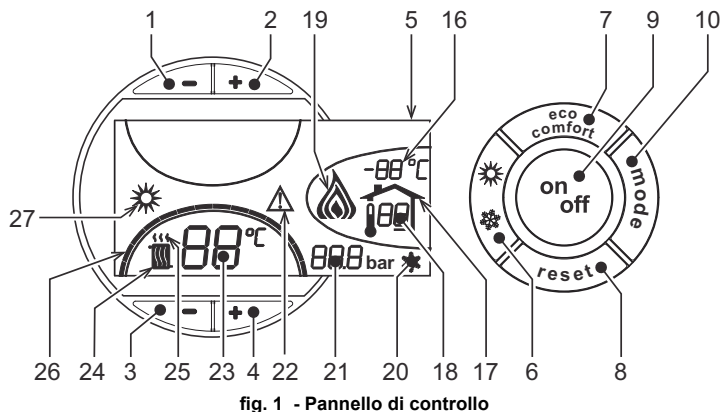
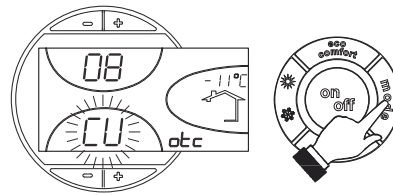
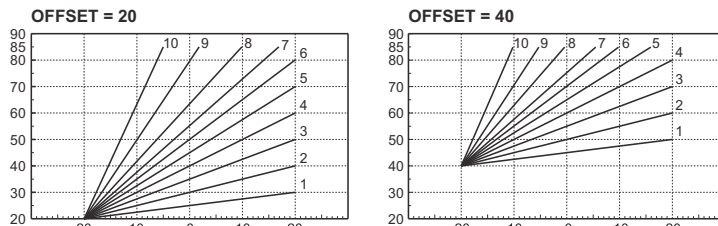

fig. 1 - Pannello di controllo
fig. 9 - Curva di compensazione
fig. 12 - Esempio di spostamento parallelo delle curve di compensazione
Premere il tasto **on/off** (part. 9 - fig. 1) per 1 secondo.
Per riaccendere la caldaia, premere nuovamente il tasto **on/off** (part. 9 - fig. 1) per 1 secondo.
- Premere il tasto ON/OFF (9 - fig. 1)
Premere il tasto **estate/inverno** (part. 6 - fig. 1) per 1 secondo.
Il display attiva il simbolo Estate (part. 27 - fig. 1): la caldaia erogherà solo acqua sanitaria. Rimane attivo il sistema antigelo.
Per disattivare la modalità Estate, premere nuovamente il tasto **estate/inverno** (part. 6 - fig. 1) per 1 secondo.
Agire sui **tasti riscaldamento** (part. 3 e 4 - fig. 1) per variare la temperatura da un minimo di 30 °C ad un massimo di 80°C.
Agire sui **tasti sanitario +/-** (part. 1 e 2 - fig. 1) per variare la temperatura da un minimo di 10°C ad un massimo di 65°C.
Quando viene installata la sonda esterna (opzionale) sul display del pannello comandi (part. 5 - fig. 1) è visualizzata l'attuale temperatura esterna rilevata dalla sonda esterna stessa. Il sistema di regolazione caldaia lavora con "Temperatura Scorrevole". In questa modalità, la temperatura dell'impianto di riscaldamento viene regolata a seconda delle condizioni climatiche esterne, in modo da garantire un elevato comfort e risparmio energetico durante tutto il periodo dell'anno. In particolare, all'aumentare della temperatura esterna viene diminuita la temperatura di mandata impianto, a seconda di una determinata "curva di compensazione".
Con regolazione a Temperatura Scorrevole, la temperatura impostata attraverso i tasti riscaldamento +/- (part. 3 e 4 - fig. 1) diviene la massima temperatura di mandata impianto. Si consiglia di impostare al valore massimo per permettere al sistema di regolare in tutto il campo utile di funzionamento.
Premendo una volta il tasto **mode** (part. 10 - fig. 1) viene visualizzata l'attuale curva di compensazione (fig. 9) ed è possibile modificarla con i **tasti sanitario** (part. 1 e 2 - fig. 1).
Premendo i **tasti riscaldamento** (part. 3 e 4 - fig. 1) si accede allo spostamento parallelo delle curve (fig. 12), modificabile con i **tasti sanitario** (part. 1 e 2 - fig. 1).
Premendo nuovamente il tasto **mode** (part. 10 - fig. 1) si esce dalla modalità regolazione curve parallele.
Se alla caldaia è collegato il Cronocomando Remoto (opzionale), le regolazioni descritte in precedenza vengono gestite secondo quanto riportato nella tabella 1. Inoltre, sul display del pannello comandi (part. 5 - fig. 1), è visualizzata l'attuale temperatura ambiente rilevata dal Cronocomando Remoto stesso.
Selezione Eco/Comfort	Disabilitando il sanitario dal menù del Cronocomando Remoto, la caldaia seleziona la modalità Economy. In questa condizione, il tasto 7 - fig. 1 sul pannello caldaia, è disabilitato.
Abilitando il sanitario dal menù del Cronocomando Remoto, la caldaia seleziona la modalità Comfort. In questa condizione, con il tasto 7 - fig. 1 sul pannello caldaia, è possibile selezionare una delle due modalità.